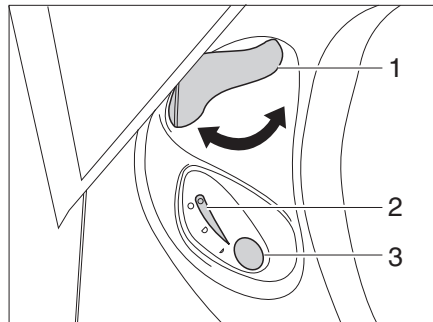

Bild 274 Bedieneinheit Thetford-Toilette
- Vor dem Spülen den Schieber der Thetford-Toilette öffnen. Dazu den Schieberhebel (Bild 274,1) entgegen dem Uhrzeigersinn drehen.
- Zum Spülen den blauen Spülknopf (Bild 274,3) drücken.
- Nach dem Spülen den Schieber schließen. Dazu den Schieberhebel (Bild 274,1) im Uhrzeigersinn drehen.
Die Kontroll-Leuchte (Bild 274,2) leuchtet, wenn die Thetford-Kassette entleert werden muss.
- Den Schieberhebel (Bild 274,1) im Uhrzeigersinn drehen. Der Schieber wird geschlossen. Zum Entleeren **muss** in der Thetford-Toilette der Schieber geschlossen sein.